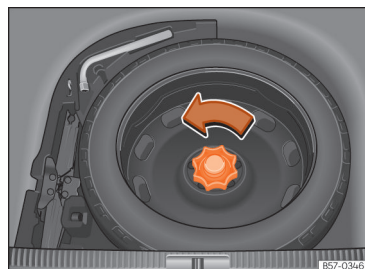

Fig. 237 Na bagageira: piso de carga levantado.
- Mova a roda no sentido contrário ao dos ponteiros do relógio »» **Fig. 237.**